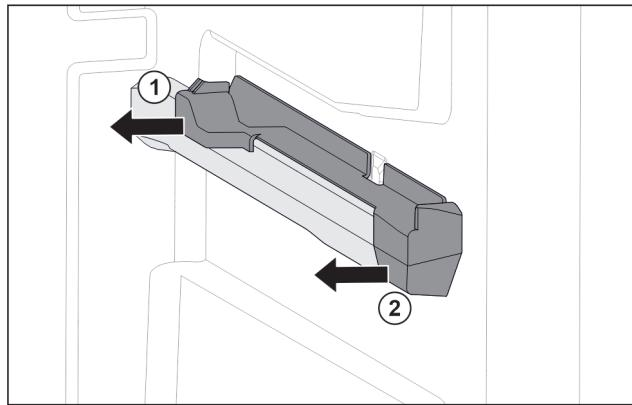

Fig. 82 Piesă de fixare pe nervura din dreapta a recipientului
- Scoateți piesa de fixare din spate în lateral. Fig. 82 (1)
- Scoateți piesa de fixare din față în lateral. Fig. 82 (2)